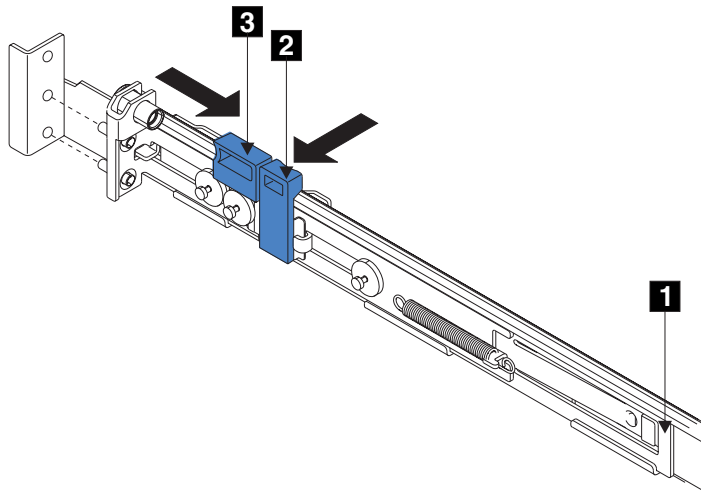

图 29. 打开后面的插销锁托架组合件
7. 将后导轨道支架 **1**（第 28 页的图 29）向轨道的前部推动直到它停下为止。导轨目前处于最短的调整长度。
14. 将后导轨支架¹（请参阅第 28 页的图 29）推向机架后部并将定位引脚与机架安装轮缘对齐。
15. 将插销锁²（请参阅第 28 页的图 29）推离导轨以放开托架。插销锁托架滑向机架后部，定位引脚从后轮缘和后导轨支架中的孔穿出。